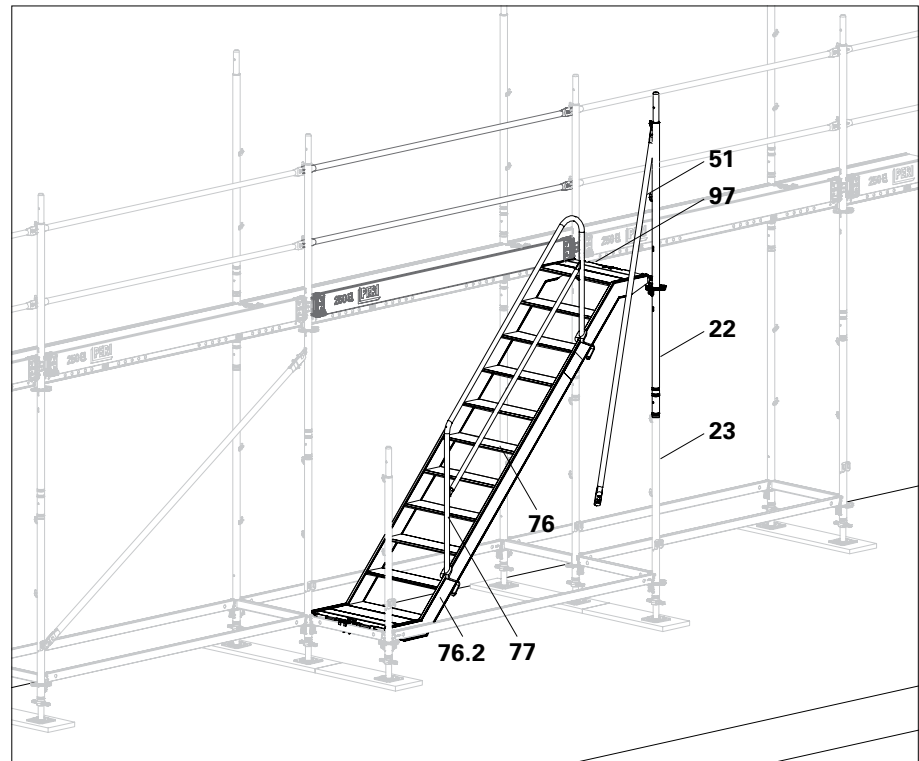

Abb. B7.03
1. Easystiel EVM (22) auf Easybasisstiel EVS (23) aufstecken.
2. Easystiel mit Horizontalriegel UH Plus 75 (97) in erster Gerüstlage mit Grundgerüst verbinden. Keile festschlagen.
3. Gerüsttreppe UAS (76) zuerst am oberen, dann am unteren Horizontalriegel UH Plus 75 einhängen.
4. Treppengeländer UAG (77) an der Außenseite montieren. Treppengeländer UAG auf die Treppenwangen (76.2) stecken und nach unten, bis zum Anschlag, auf die Stufe verschieben.
5. Geländerholm EPG (51) an erstem Easystiel (22) einhängen. (Abb. B7.03)